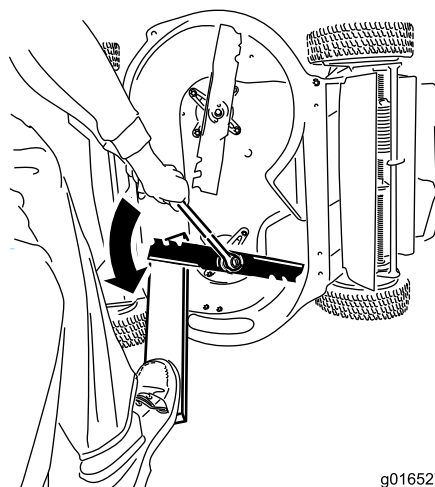

Figura 43
1. Usate un blocco di legno per tenere ferma la lama e ruotatela in senso antiorario come mostrato in (Figura 43).